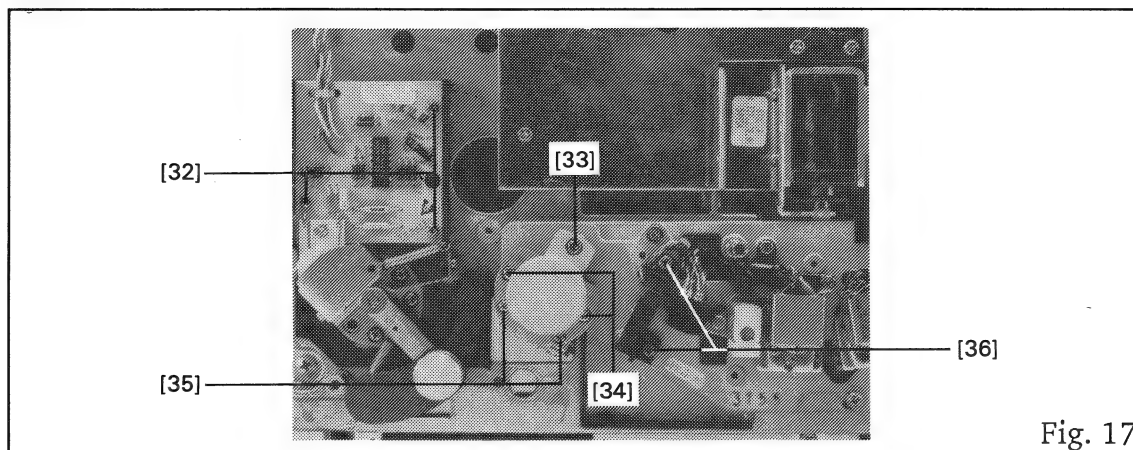

Fig. 17
- 3 Printbefestigungsschrauben [32] (Fig.17) sowie die Kabelstecker lösen, den TENSION ARM BOARD vorsichtig ausfahren.
- 1 Schraube [33] (Fig.17) sowie 2 Print-/Rollenträgerschrauben [34] (Fig.17) des TAPE MOVE SENSORS entfernen.
- 2 Schrauben [35] (Fig.17) der Printbefestigung sowie den Kabelstecker lösen.